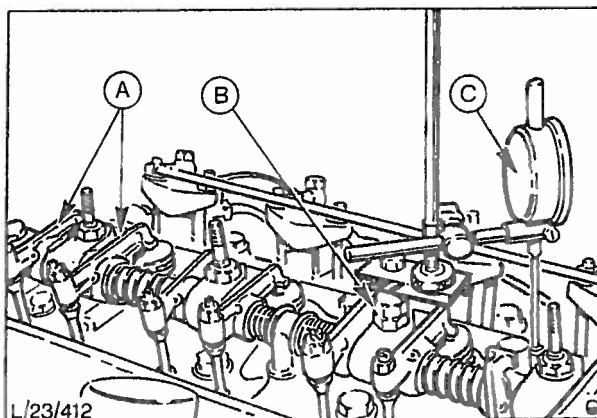

Fig. 35 Montering av måleuret.
- (f) Monter måleuret og adapterne på toppdekslets andre festebolt (fig. 35) og plasser måleren mot eksosventilens stamme.